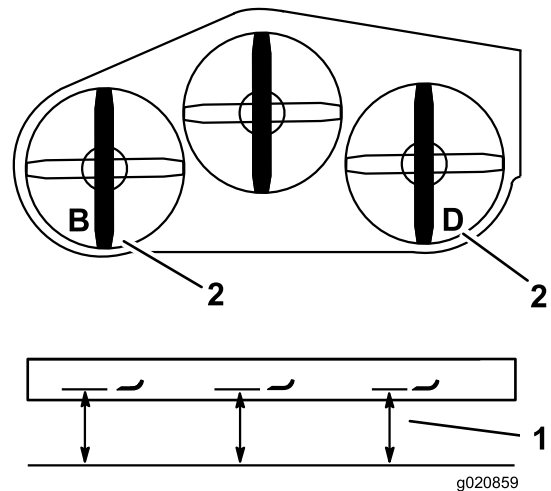

Figure 85
2. Mesurez et notez la distance au point **B** entre la surface plane et le tranchant de la pointe de la lame gauche (Figure 85).
3. Mesurez et notez la distance au point **D** entre la surface plane et le tranchant de la pointe de la lame droite (Figure 85).
4. La mesure au point **B** doit être égale à 3 mm près à la mesure au point **D** (Figure 85). Si ce n'est pas le cas, passez aux opérations suivantes.